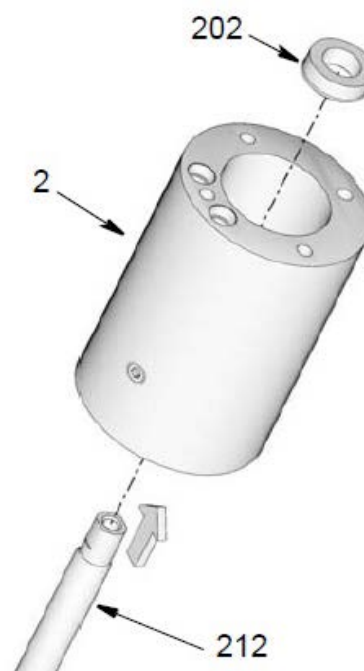

Рис. 27
27. Вытолкните герметичный U-образный стакан (202) из адаптера насоса (2) с использованием переводного рычага (212) в направлении, указанном на рис. 27. Дайте U-образному стакану (202) выйти из употребления. Новый стакан входит в состав комплекта запасных частей.